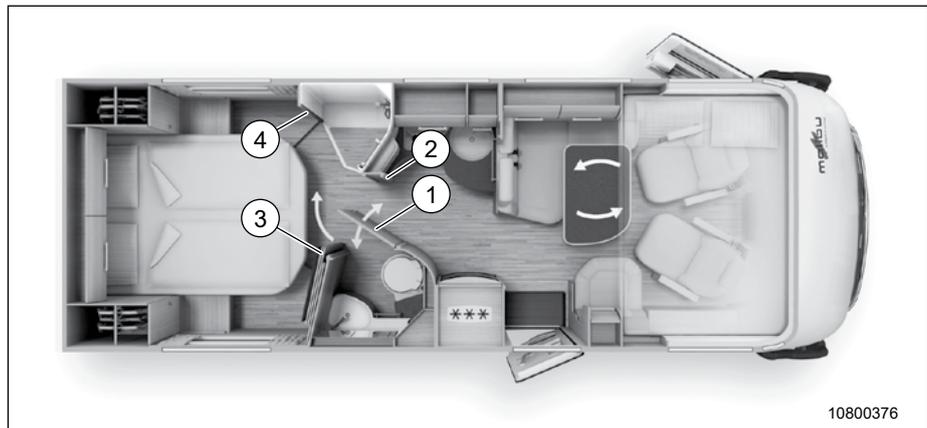

Fig. 76 Création d'un dressing au niveau de salle de bain spacieuse et porte coulissante 3 panneaux
1. Ouvrir complètement la porte du cabinet de toilette (Fig. 76, Pos. 1), la joindre avec la paroi extérieure de la douche (Fig. 76, Pos. 2) et la fermer.
2. Desserrer la sangle de sécurité de la porte coulissante (Fig. 76, Pos. 3).
3. Ouvrir complètement la porte du cabinet de toilette (Fig. 76, Pos. 3), la joindre avec la paroi extérieure de la douche (Fig. 76, Pos. 4) et la fermer. Une serrure magnétique ferme les portes coulissantes.